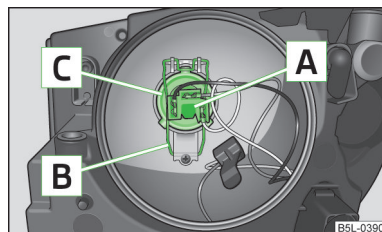

Fig. 182
- » Estrarre la spina **A** » fig. 182.